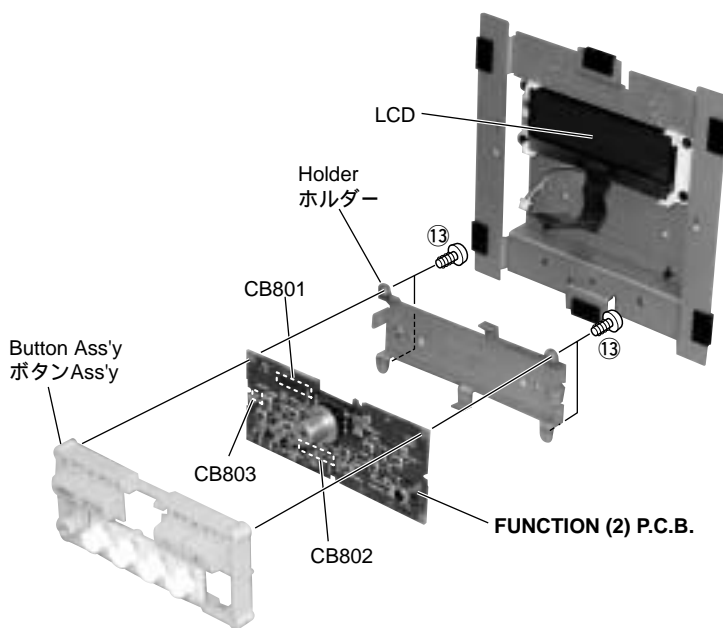

Fig. 5
- b) Remove 1 screw marked [13] to remove the Holder and Button Ass'y. (Fig. 5)
- c) Remove CB801, CB802 and CB803 and FUNCTION (2) P.C.B. can be removed. (Fig. 5)
- b) 13のネジを外し、ホルダーとボタンAss'yを取り外します。( Fig.5 )
- c) CB801、CB802、CB803を外しFUNCTION( 2 )P.C.B.を取り外します。( Fig.5 )